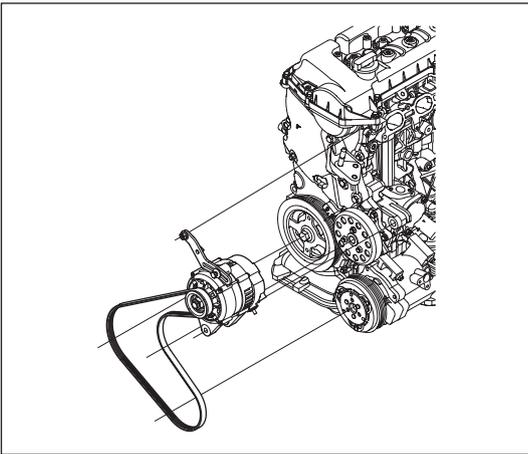

Рис. 6-2-4. Установка генератора
(1) Установить кронштейн регулировки генератора на крышку ГРМ (со стороны подачи воздуха).
(2) Закрепить на генераторе кронштейн регулировки генератора и установить его вместе с генератором, как показано на рис. 6-2-4.